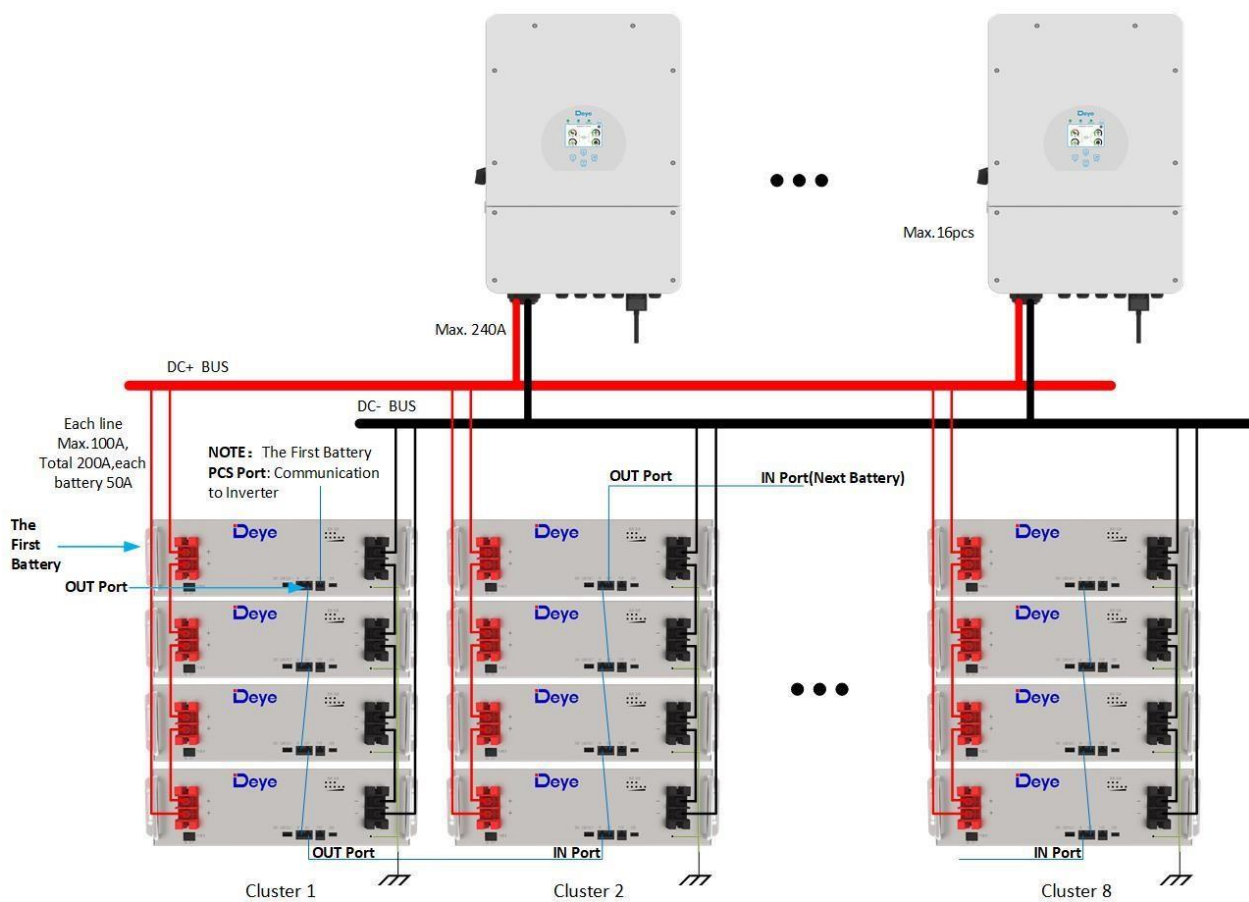

Figura 5-4: Conexión de múltiples baterías
5.2.1. Como se muestra en la Figura 5-4, siguiendo el método de conexión de cables de la batería individual, conecte los cables positivo y negativo entre la Batería 1 y la barra colectora, la Batería 2 y la barra colectora, y la Batería N y la barra colectora respectivamente.
5.2.2. Como se muestra en la Figura 5-4, conecte la línea de comunicación (un cable de red RJ45 estándar) entre las baterías adyacentes.